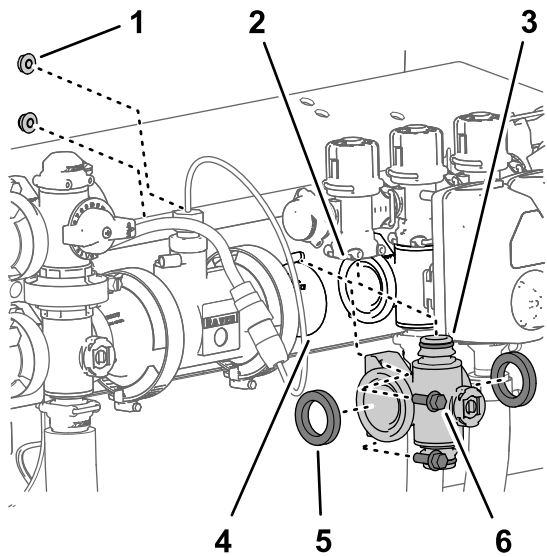
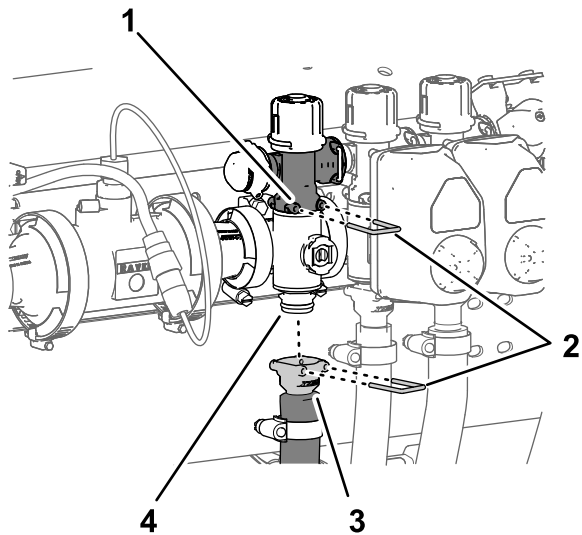

图 117
图 118
1. 将在拆下喷洒臂段歧管阀(页码 64)中卸下的 2 个垫片与喷洒臂段阀歧管的法兰对齐图 117。
2. 将喷洒臂段阀歧管的法兰放在其他喷洒臂段阀和/或耦合适配器的法兰之间图 117。
3. 用快速连接销将喷洒臂段歧管的快速连接接头安装到喷洒臂段旁通阀的快速断开槽内图 117 和图 118。
5. 对于左或右喷洒臂段阀歧管使用在拆下喷洒臂段歧管阀 (页码 64) 中卸下的 2 个凸缘头螺栓 $\frac{1}{4} \times \frac{3}{4}$ 英寸和凸缘锁紧螺母 $\frac{1}{4}$ 英寸将喷洒臂段阀歧管安装到阀支架上图 117。
8. 用快速连接销将喷洒臂段软管的快速连接耦合器安装到喷洒臂段阀歧管的快速连接接头上图 118。